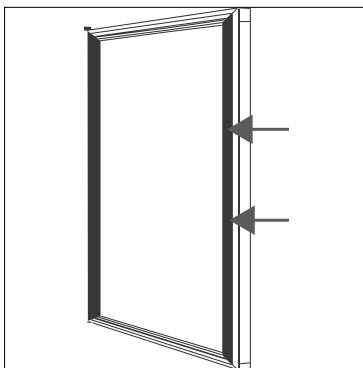

Fig. 2
- ▶ Retirez avec précaution le joint de porte du logement depuis l'intérieur de la porte de l'appareil de réfrigération au niveau de la zone centrale extérieure, afin de dégager les trous de perçage pour la poignée de la porte (19) (**voir fig. 2**).
- ▶ Maintenez la poignée de porte (20) de l'extérieur de la porte sur les trous de perçage du cadre de porte et vissez la poignée de porte avec les deux vis.
- ▶ Après le montage la poignée de porte (20), enfoncez à nouveau le joint dans le logement en veillant à ce qu'il soit bien en place, afin de pouvoir fermer ensuite la porte de l'appareil de réfrigération de manière étanche.